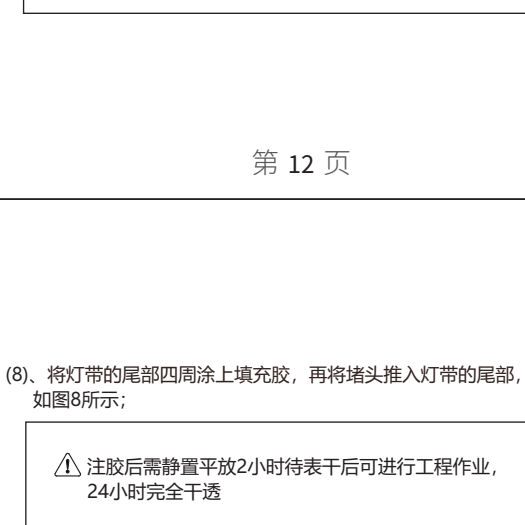

图3
(3). 将灯带的一端锡箔 (灯带背面胶体切开) 露出, 如图3所示: